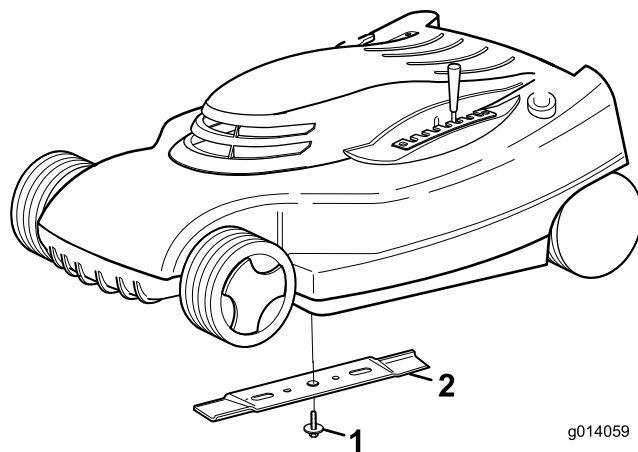

Bild 19
1. Fassen Sie das Ende des Messers mit einem stark wattierten Handschuh oder einem Lappen an (Bild 19).